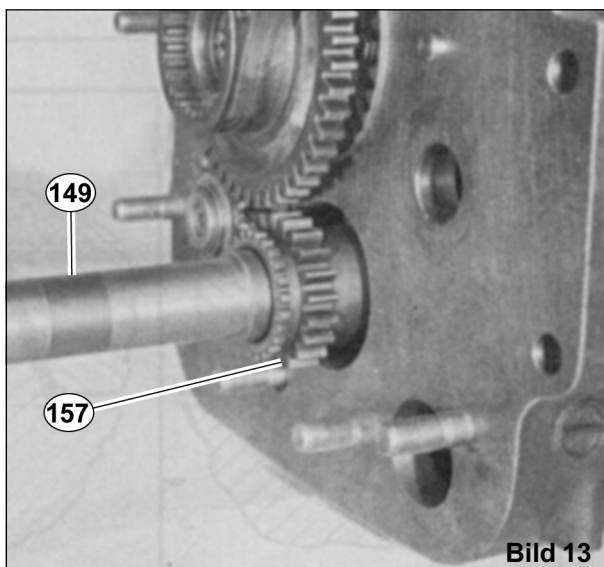

Bild 13
- Das Schieberad (157) ausbauen, indem es auf der vorderen Zapfwelle (149) (Bild 13) geschoben wird. Danach den Nadelkäfig (156) entfernen.